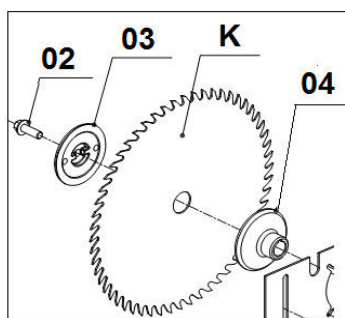

Рис. 14
**Порядок установки: рис. 14**
- Центрирующий фланец (04)
- Зажимной фланец (03)
- Винт крепления пильного диска (02)